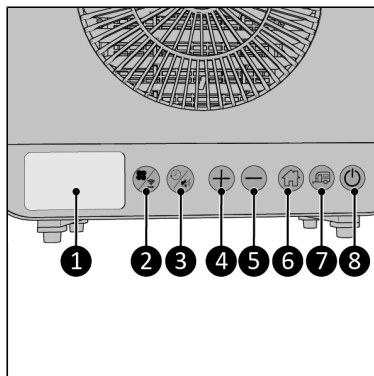

Figuur 3.
10. Houd de schroefdooppen (Figuur 3, pos. 8) binnen bereik voor de schroefdraden op de beugel (Figuur 10, pos. 4).
12. Draai de schroefdooppen (Figuur 3, pos. 8) op de schroefdraden (Figuur 11, pos. 2).